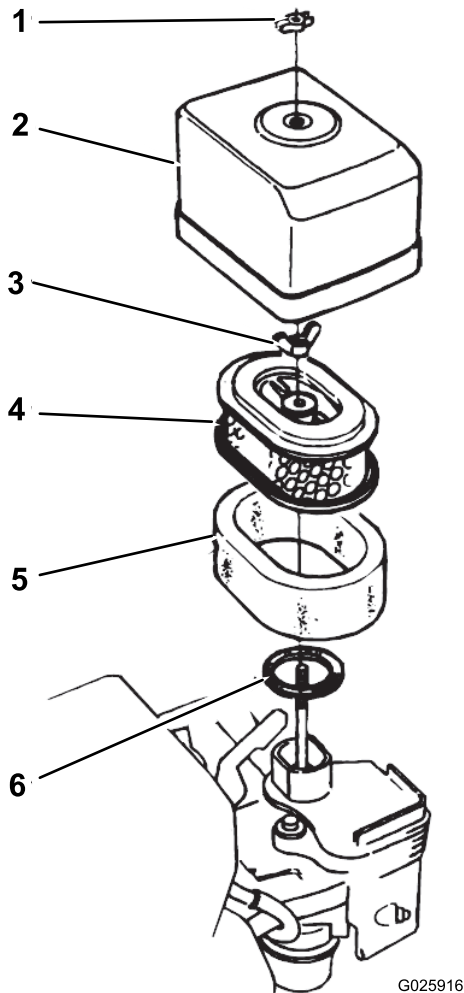

Figura 16
2. Retire a porca de orelhas que fixa a cobertura do filtro de ar e retire a cobertura (Figura 16).
4. Retire a porca do filtro de ar e retire a cobertura (Figura 16).
5. Retire o filtro de esponja do filtro de papel (Figura 16).